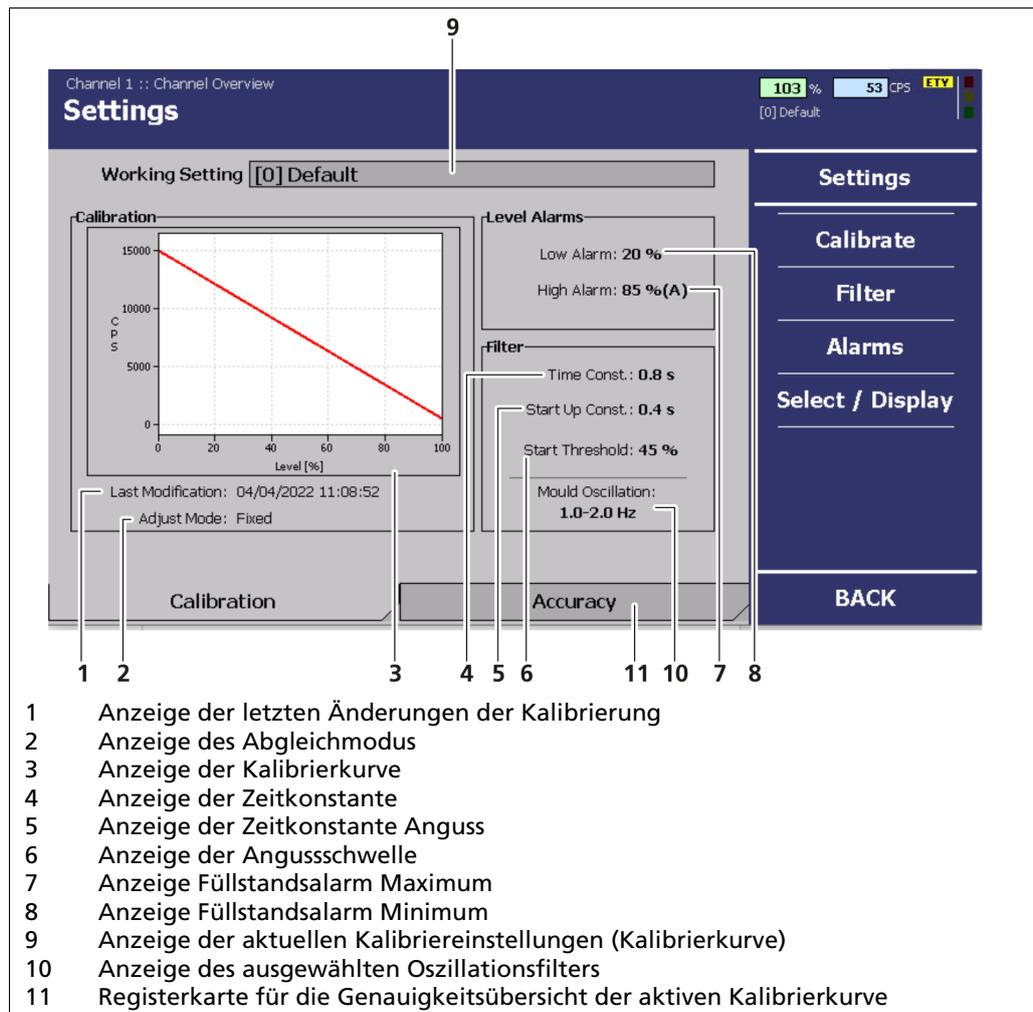

Abb. 54 Menü „Kanalübersicht“, Einstellungen
Aktive Einstellungen	Anzeige der ausgewählten Kalibrierkurve und -einstellungen (Abb. 54, Pos. 9)
Kalibrierung	Anzeige vom Abgleichmodus (Abb. 54, Pos. 1) Anzeige der letzten Änderung der Kalibriereinstellungen (Abb. 54, Pos. 2) Anzeige der Kalibrierkurve (Abb. 54, Pos. 3)
Füllstandsalarme	Anzeige Füllstandsalarm (Min.) (Abb. 54, Pos. 8) Anzeige Füllstandsalarm (Max.) (Abb. 54, Pos. 7)
Filter	Anzeige der Zeitkonstante (Abb. 54, Pos. 4) Anzeige der Zeitkonstante Anguss (Abb. 54, Pos. 5) Anzeige der Angusschwelle (Abb. 54, Pos. 6)
Klicken Sie im Menü „Kanalübersicht“ auf **Einstellungen | Kalibrierung** (Abb. 54), um in das Untermenü „Kalibrierung“ zu gelangen.
1. Klicken Sie im Menü „Kanalübersicht“ auf **Einstellungen | Kalibrierung** (Abb. 54).
1. Klicken Sie im Menü „Kanalübersicht“ | Einstellungen | Kalibrierung (Abb. 54, Pos. 2).
Klicken Sie im Menü „Kanalübersicht“ auf Einstellungen | Filter (Abb. 54, Pos. 4).